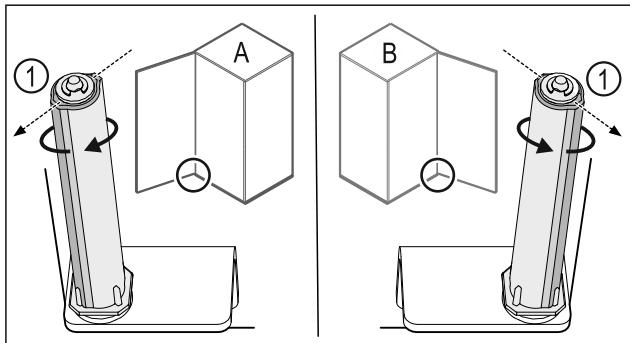

Fig. 41 Отваряне наляво (A) / отваряне надясно (B)
- Въртете затварящата система срещу съпротивлението, докато реброто на затварящата система Fig. 41 (1) сочи навън.